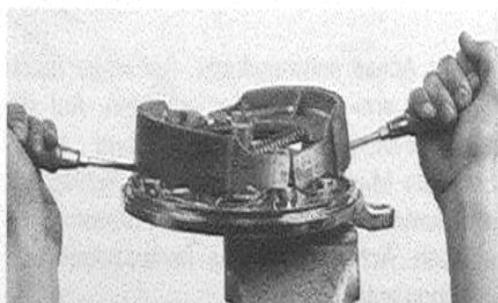

Bild 205
- Radachse durch Bremsankerplatte durchstecken und in Schraubstock einspannen. Bremsbeläge wie in Bild 205 gezeigt aushebeln.